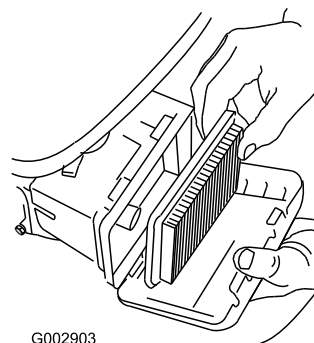

Рисунок 38
3. Извлеките воздушный фильтр (Рисунок 38).